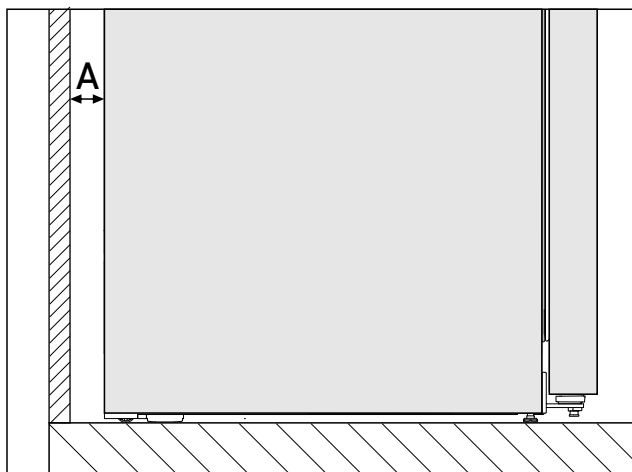

Fig. 3 *
La consommation d'énergie a été déterminée avec une distance des murs Fig. 3 (A) entre l'arrière de l'appareil et le mur. Si la distance des murs est inférieure à Fig. 3 (A), cela n'a aucune incidence sur le fonctionnement de l'appareil. Si la distance des mur est réduite, la consommation d'énergie peut augmenter légèrement et de la condensation peut se former sur la paroi arrière de l'appareil.*